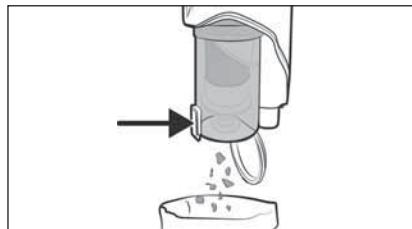

Fig. 16
- 1) Sostenga el depósito de polvo 6 sobre el cubo de la basura y pulse el botón de desencastre de la tapa del depósito de polvo 7. Tras esto, se abre la tapa del depósito de polvo 8 y el contenido cae al cubo de la basura (consulte la fig. 16). A continuación, cierre la tapa del depósito de polvo 8.